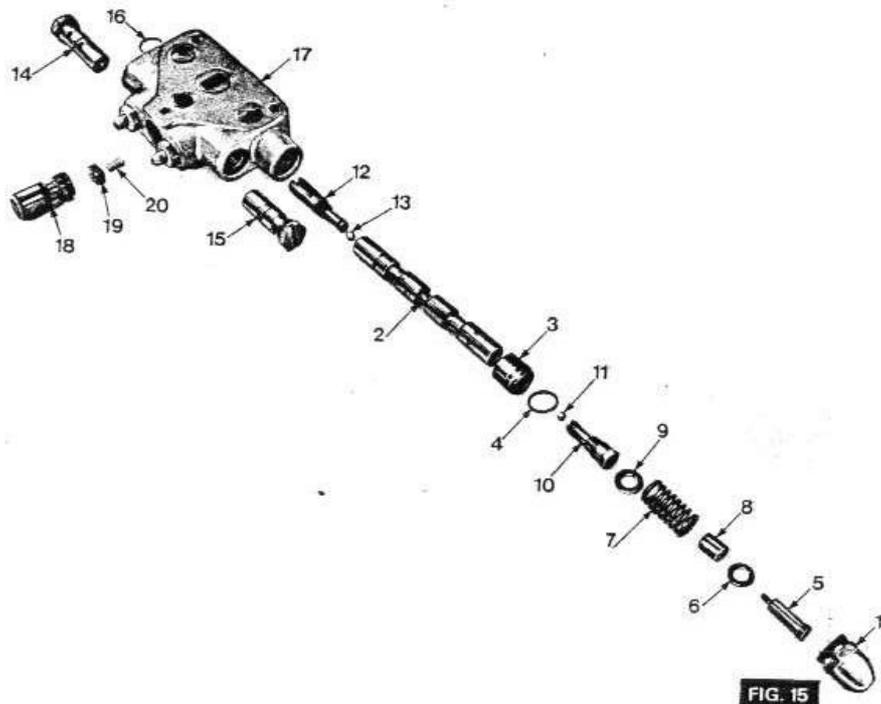

FIG. 15
- 1 - (figure 15) - Déposer le distributeur comme indiqué au chapitre 9E/1.
- 3 - Dévisser le chapeau (1), retirer le tiroir complet avec la douille (3) et le joint (4).
- 4 - Dévisser la vis (5), retirer la rondelle (6), le ressort (7) et la rondelle (9).
- 5 - Dévisser le bouchon (10) et retirer la bille nylon (11).
- 6 - Dévisser la chappe (12) et récupérer la bille nylon (13).